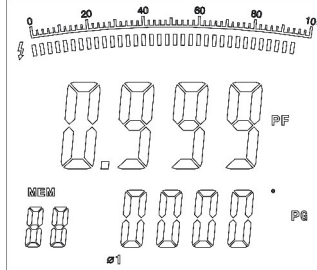

Figura 18
- Premere SEL per scegliere la prima fase. Vedere figura 18.